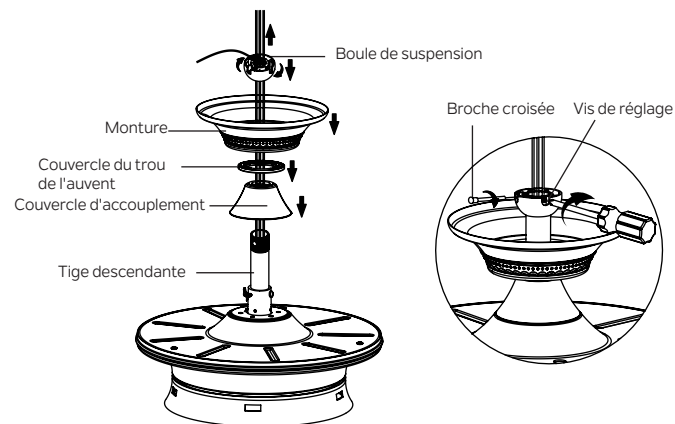

Fig. 9
**Étape 5.** Glissez le couvercle du couplage, le couvercle de l'orifice de l'auvent et le couvercle sur la tige descendante. Réinstallez soigneusement la boule de suspension sur la tige de suspension. Assurez-vous que la broche croisée est dans la bonne position et que la vis de réglage est serrée et que les fils ne sont pas tordus. ( Fig. 9)